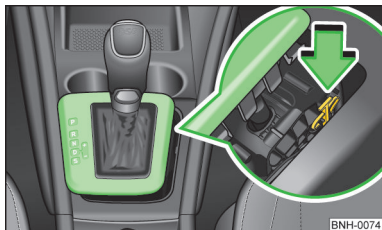

Fig. 141
- Apăsăți cu degetul componenta galbenă din material plastic, în sensul săgeții » fig. 141.